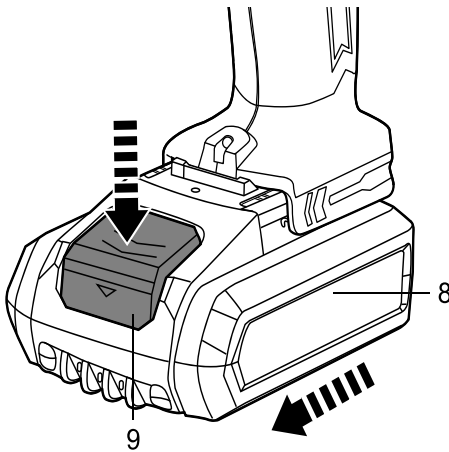

Fig. 4
- > Para evitar un arranque accidental, bloquee el interruptor de encendido/apagado (6) colocando el selector de giro avance/retroceso (5) en la posición central (ver la sección “Funciones del producto – Selector de giro avance/retroceso”).
- > Para retirar el bloque de baterías del producto, presione el botón de desbloqueo (9) y deslice el bloque de baterías (8) fuera del producto (Fig. 4).